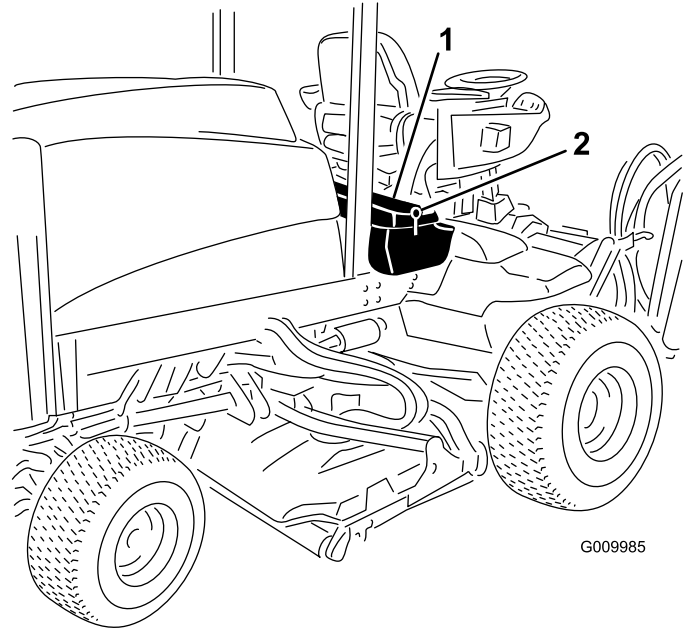

Figura 41
1. Desenganche y levante el panel de la consola del operador (Figura 41).